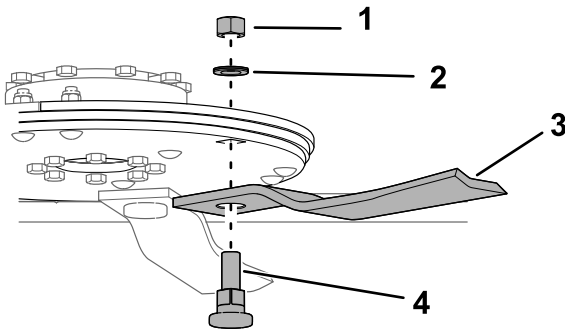

Figure 10
3. Avec l'aide d'une autre personne, installez une lame, un écrou, une rondelle et un boulon neufs (Figure 10).